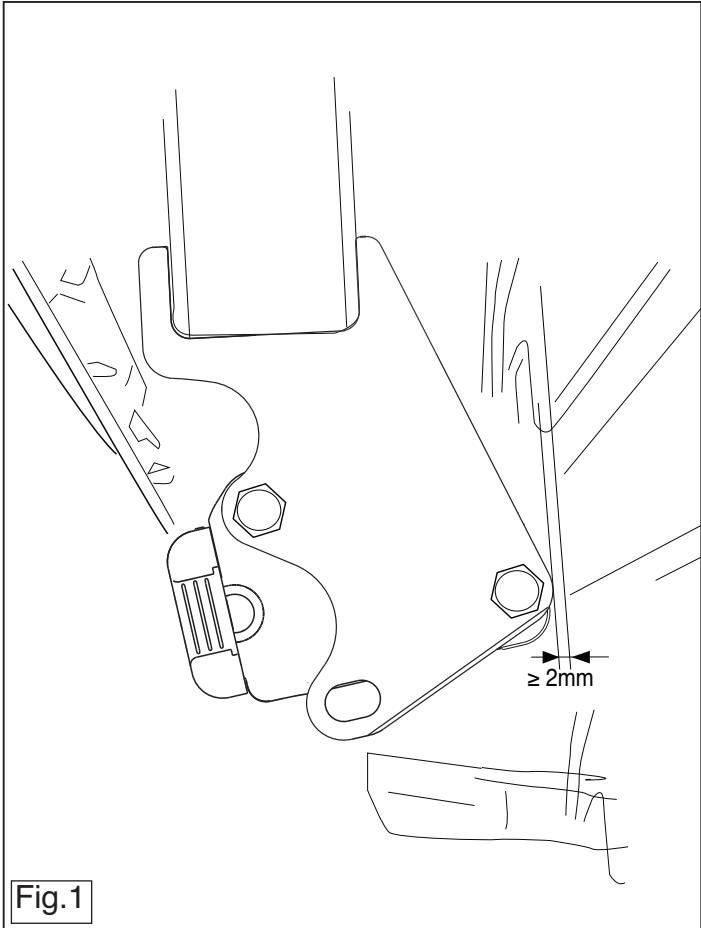

Fig.1
3. Закрепить бускирный крюк на шасси. См. рисунок 1.